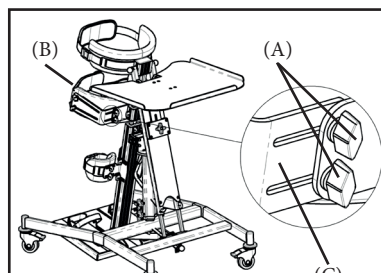

Fig. 10.2.3b
Dévisser légèrement les boutons de blocage (A) au dos de la butée des hanches (B). Glisser et ajuster les butées latérales (C) aux hanches de l'utilisateur. Une fois ajustées, resserrer fermement les boutons de blocage (A) (Fig. 10.2.3b).